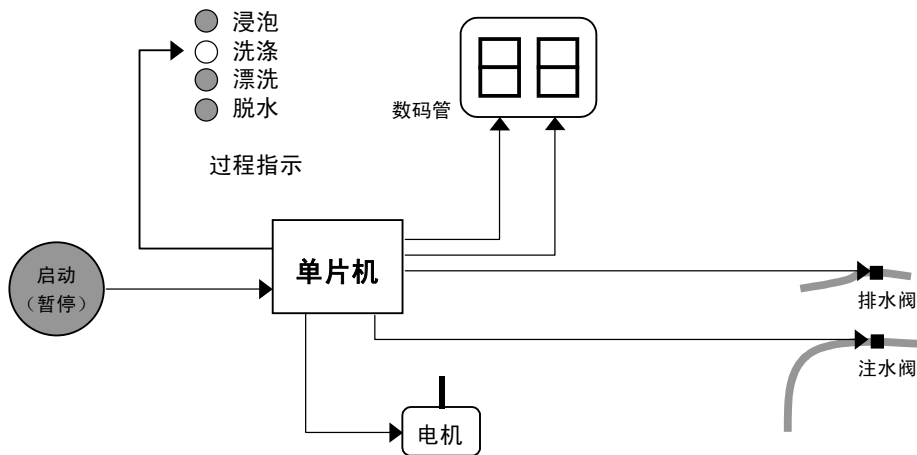

图 1-5 洗涤过程控制
(4) 关闭洗衣机的上盖，按下“启动（暂停）”按键开始注水，执行洗衣程序（如图 1-5 所示）。单片机接收到“启动”信号，就按所设定的“标准”程序进行洗涤，在洗涤过程中，水位、洗涤时间、漂洗次数、脱水时间等工序的细节已经在洗衣机出厂前设置好，并存储在单片机中，单片机就在“标准”模式下控制水阀、电机等完成洗涤，并控制数码管显示剩余时间，过程指示灯指示洗衣机当前的工序，如图 1-5 所示。